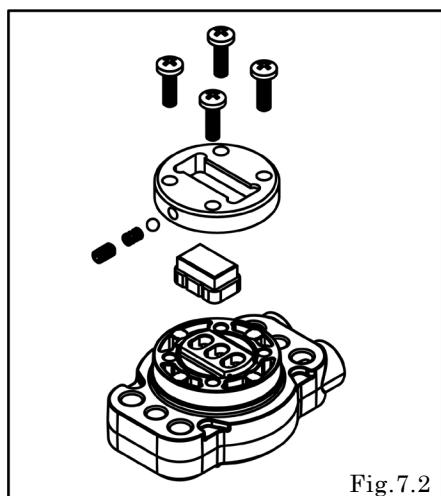

Fig.7.2
- ・プラスドライバーを使用してガイドプレート取付ネジ 4 か所を外し、ガイドプレート、ブロックを取り外す。〔Fig.7.2〕
- ・ガイドプレートの六角穴付き止めネジを外し、スプリング、ボールを取り外す。〔Fig.7.2〕